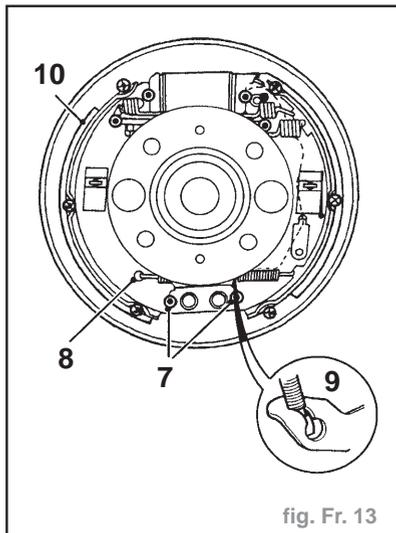

fig. Fr. 13
- Dégager un segment de la gorge de retenue (7) de la butée puis le second segment (fig. Fr. 13).
- Détacher le ressort de rappel (8) de butée de segment de l'extrémité du segment primaire et déposer le ressort.
- Dégager le câble de frein à main (9) du levier de segment de frein.
- Manœuvrer l'ensemble du segment (10) autour du cylindre de roue et le déposer.